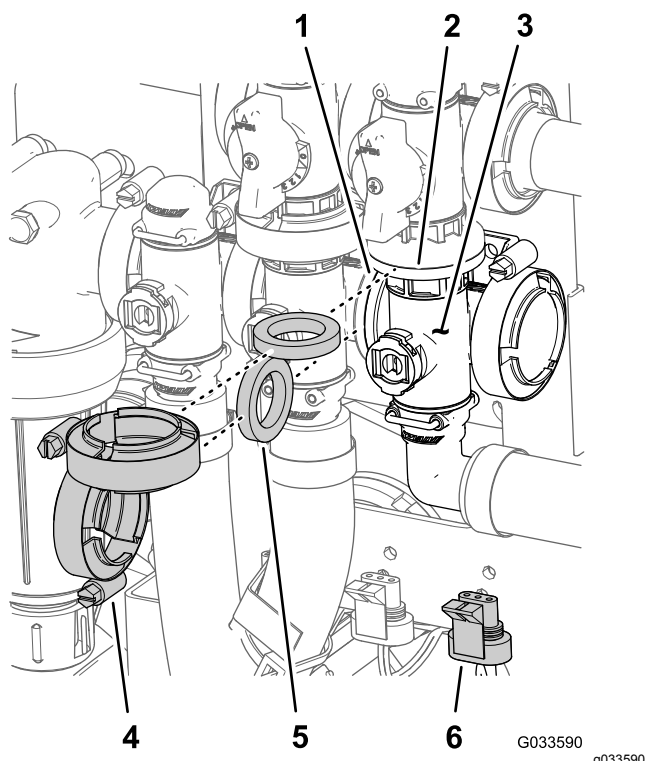

Figura 114
1. Alinhe a flange do coletor da válvula da rampa principal, uma junta e a flange da válvula de derivação da rampa principal (Figura 114).
2. Monte o coletor da válvula da rampa principal, junta e válvula de derivação da rampa principal com uma braçadeira de flange bem apertado à mão (Figura 114).
3. Alinhe a flange do coletor da válvula da rampa principal, uma junta e o coletor da válvula de agitação (Figura 114).
4. Monte o coletor da válvula da rampa principal, junta e coletor da válvula de agitação com uma braçadeira de flange e aperte à mão (Figura 114).
7. Monte a válvula de agitação na montagem da válvula com o parafuso de cabeça flangeada e porca de bloqueio flangeada (Figura 114) que removeu no passo 3 de Remoção da válvula do coletor da rampa principal (página 78) e aperte a porca e parafuso com 10 a 12 N·m.